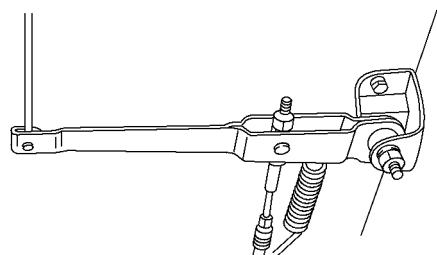

图 15-19 调整停车制动器
(2) 如有必要,应调整停车制动器。旋紧调整螺母来调整停车制动器拉杆的行程,如图 15-19 所示。